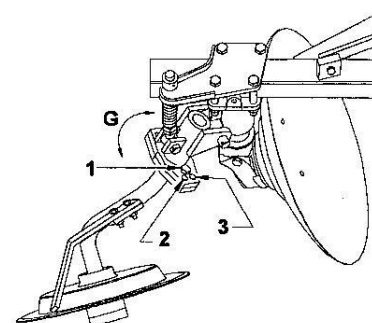

FIGURA NO. 12 AJUSTE DE LA RUEDA GUIA
Esta rueda tiene 2 ajustes diferentes. Ver figura No. 12.
El segundo ajuste modifica el ángulo de la rueda guía con respecto a la dirección del tractor, con el propósito de evitar el tiro lateral. Para esto es posible girar el eje de la rueda guía, como lo muestran las flechas (G) en la figura No. 12.